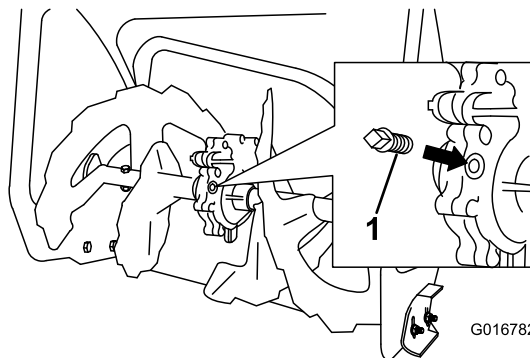

Figura 30
- Limpe a zona em redor do tampão do tubo (Figura 30).